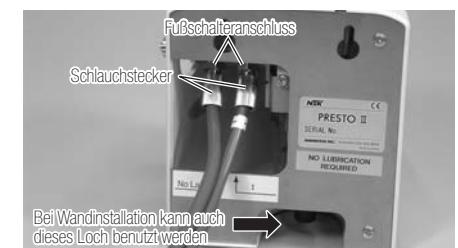

Abb.2
Lockern und entfernen Sie die Schlauchstöpsel (2 x) aus den Fußschalteranschlüssen auf der Rückseite des Steuergerätes und stecken Sie beide in die Fußschalterkabel. Führen Sie die Stöpsel so ein, dass die Schrauben ein Stück herausstehen (auf der Seite des Steuergeräts). Stecken Sie den Schlauch des Fußpedals in den Fußschalteranschluss ⑪ der Rückseite der Einheit. Führen Sie das mit „1“ gekennzeichnete Ende jedes Schlauchs ein, wie auf der Markierung beschrieben. Ziehen Sie jetzt die beiden Schlauchstöpsel fest (Abb. 2).